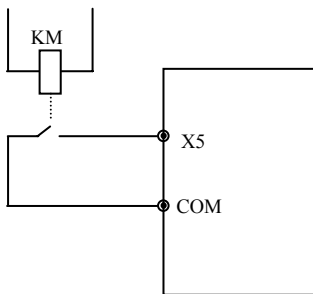

图 6-20 外部设备故障输入示意图
**18：外部设备故障输入。**通过该端子可以输入外部设备的故障信号，便于变频器对外部设备进行故障监视。变频器在接到外部设备故障信号后，显示“E-13”即外部设备故障报警。参考图 6-20 所示。